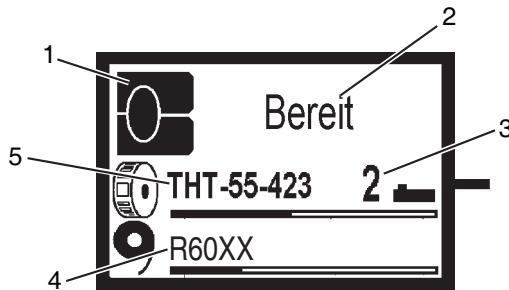

Bild 12, Typische Bereit-Anzeige
- Im Druckerdisplay werden die geschätzten Restmengen von Etiketten und Transferfolie angezeigt (**Bild 12**).